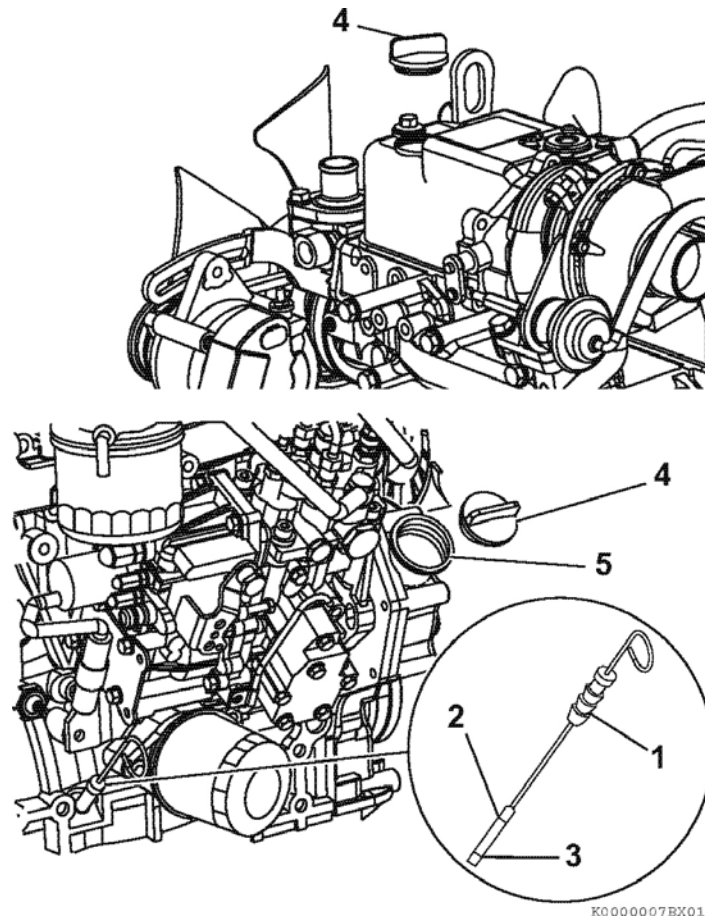

Рисунок 38
8. Моторное масло доливается через маслосливную горловину (Рисунок 38 (5)) по мере необходимости, чтобы уровень масла находился между верхней отметкой максимум (Рисунок 38 (2)) и нижней отметкой минимум (Рисунок 38 (3)) на масляном щупе (Рисунок 38 (1)).
9. Полностью вставьте щуп обратно (Рисунок 38 (4)). Если моторное масло пролилось, вытрите его чистой тряпкой.